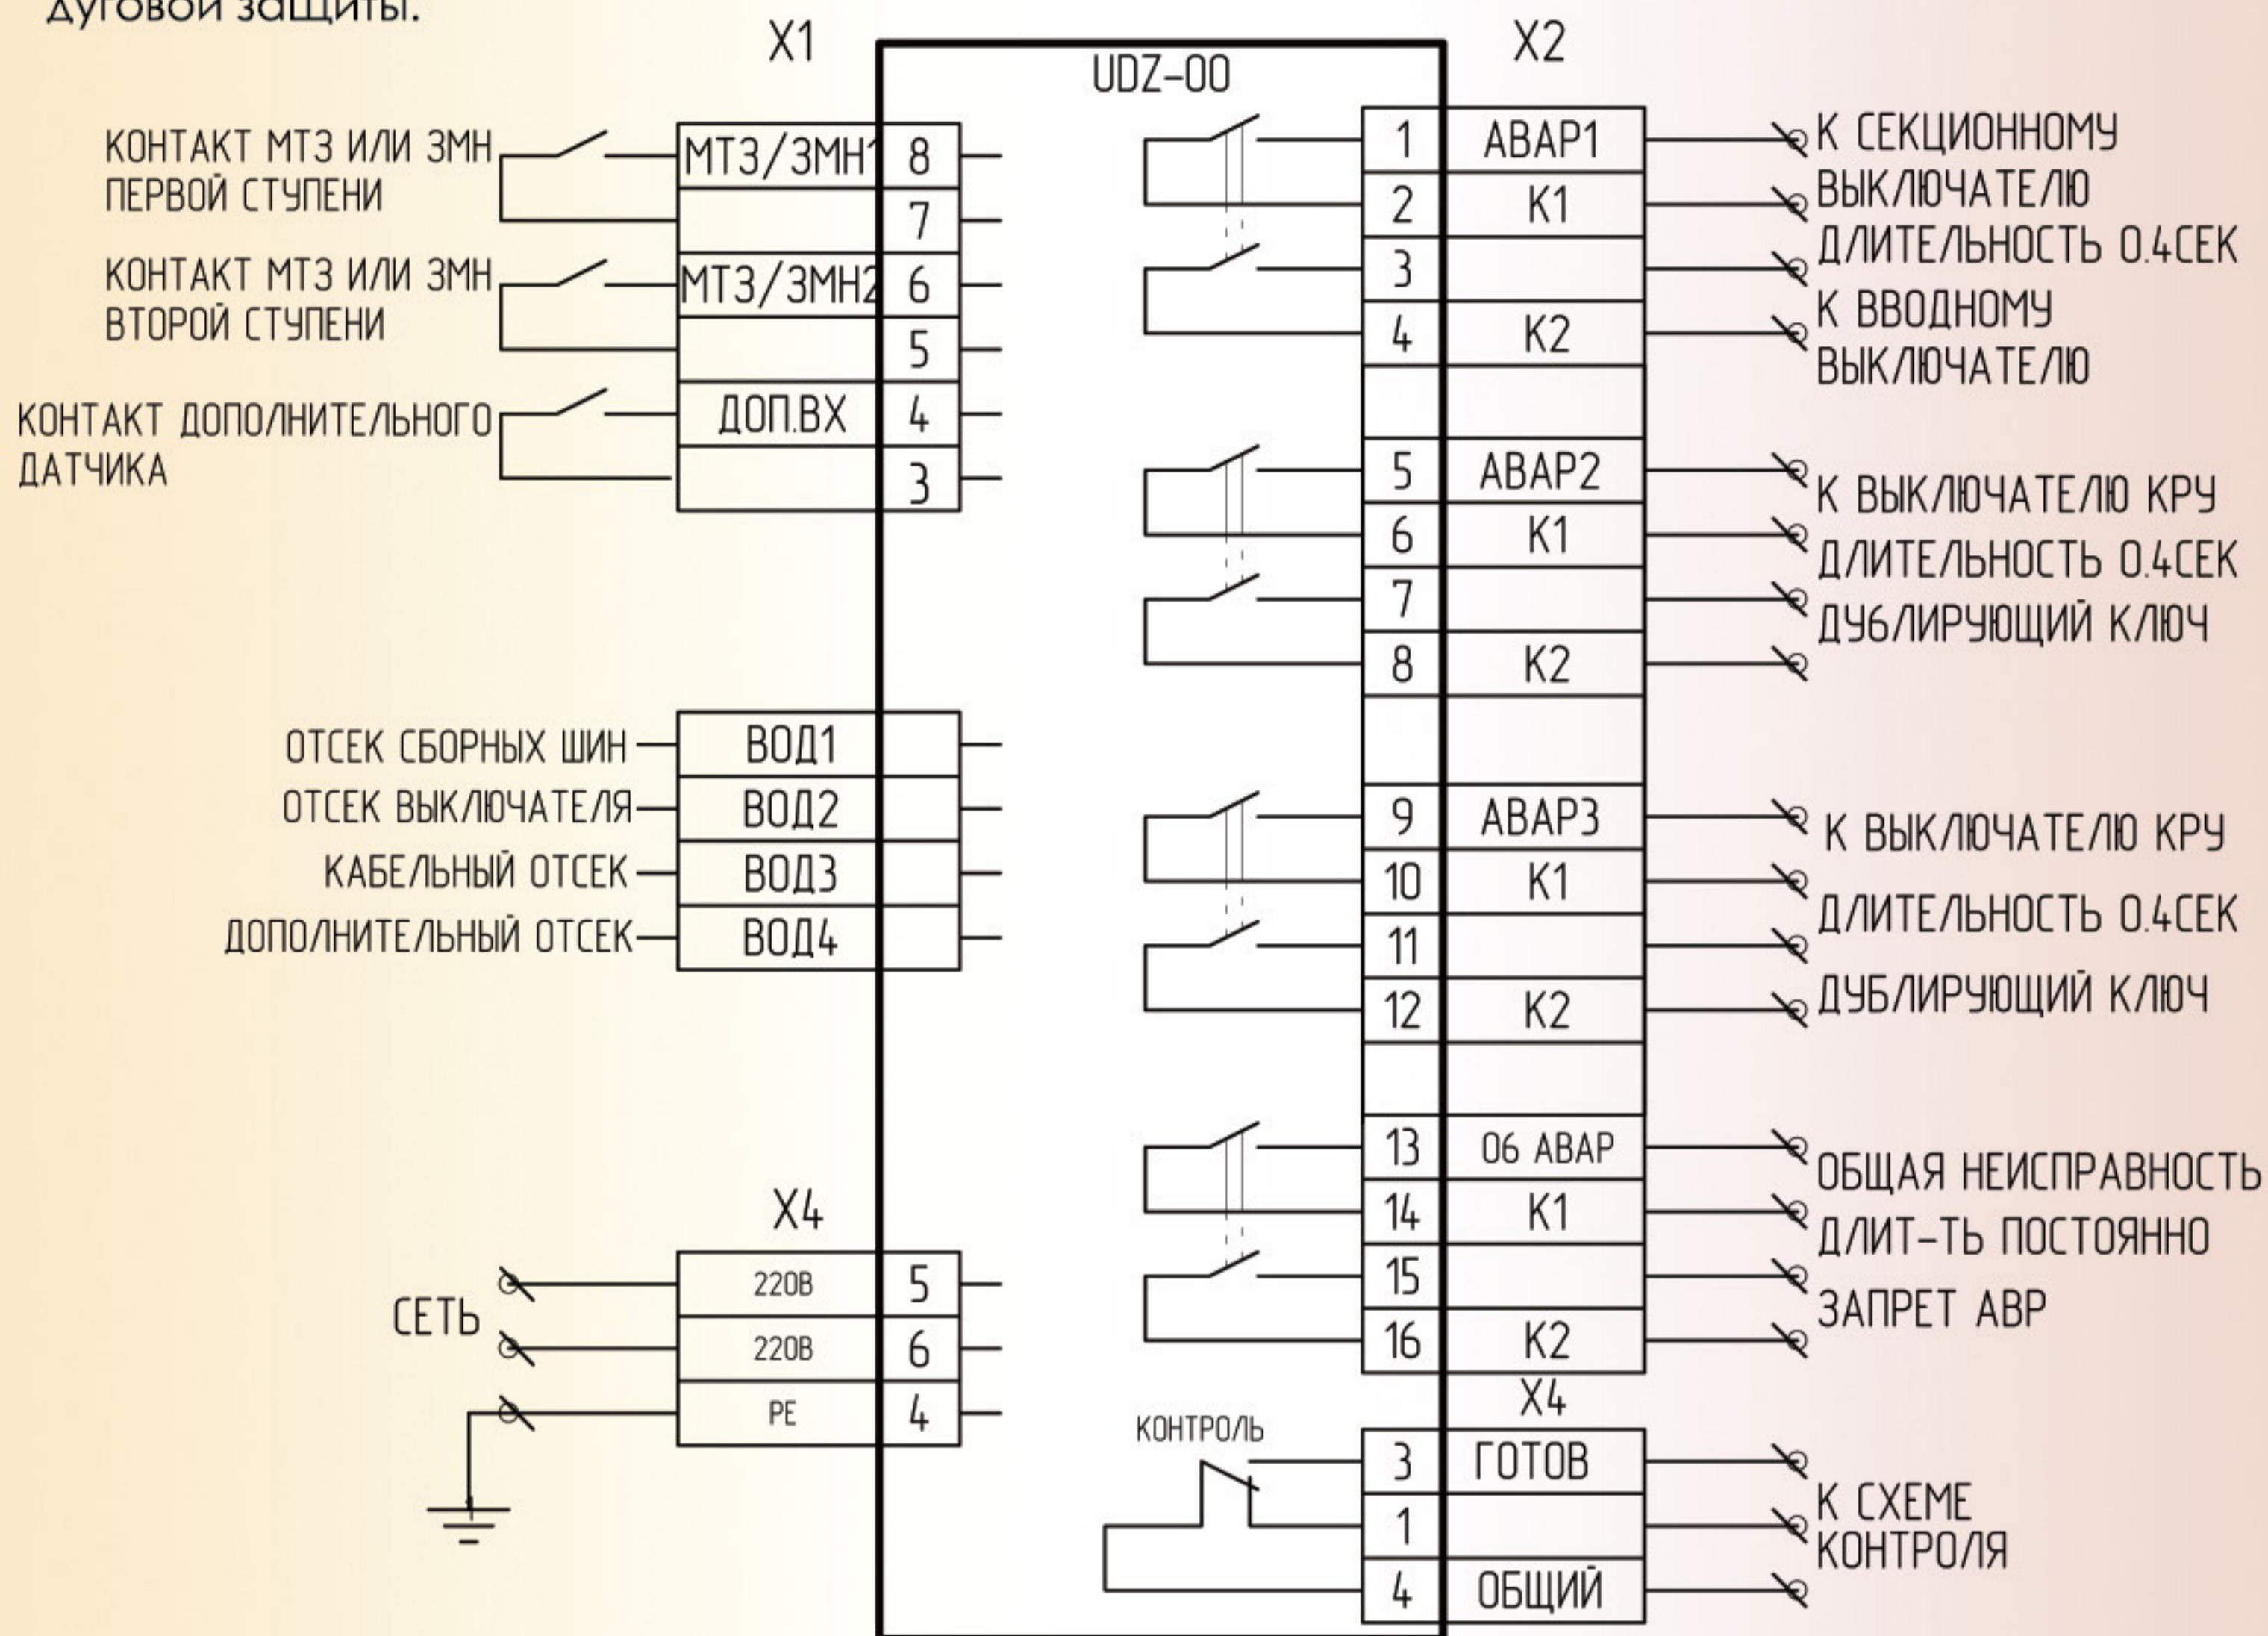

Рис. 1 Типовая схема подключения «УДЗ 00»
- формирование 3 сдвоенных сигналов отключения от 4 датчиков. Один из сдвоенных сигналов используется для непосредственной работы на выключатели КРУ, другой может использоваться в схемах индикации и автоматики см. Рис. 1;